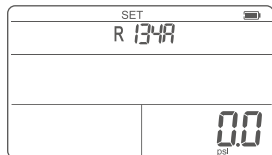

图8 压力单位设置界面
1.设置界面短按  进行压力单位设置。2.通过  /  选择压力单位 (图8)。